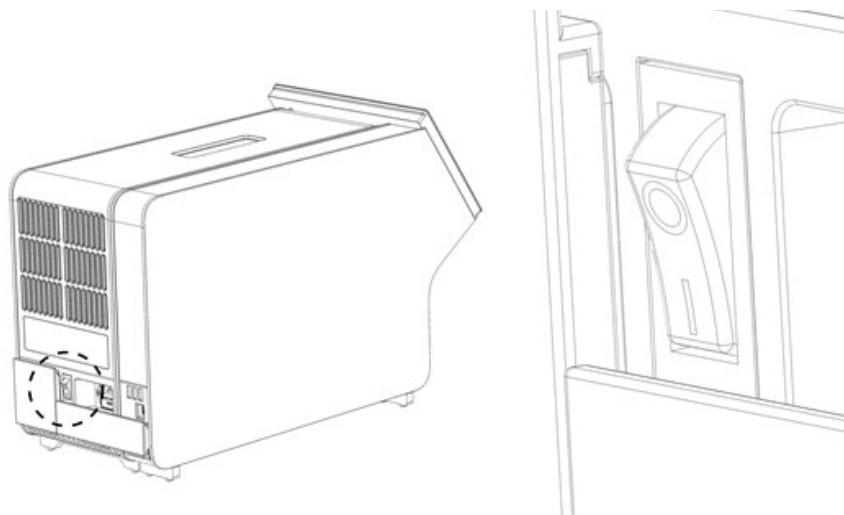

Figure 21. Localisation de l'interrupteur d'alimentation et passage en position « I ».
10. Mettez l'instrument sous tension en plaçant l'interrupteur d'alimentation à l'arrière du module analytique sur la position « I » (figure 21). Vérifiez que les voyants d'état des modules analytique et opérationnel sont bleus.